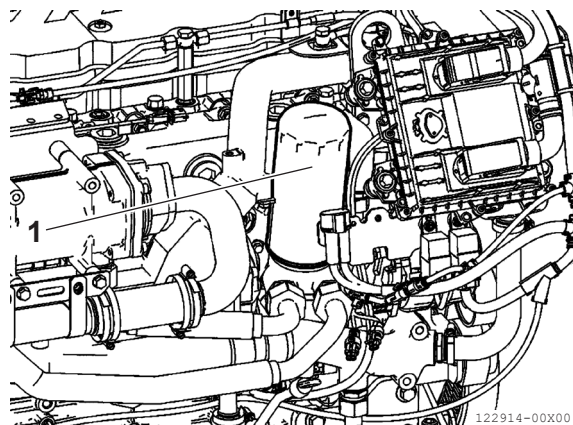

Bild 8
- Placera en behållare under filterstödet (**bild 8, (1)**) för att samla upp den förbrukade oljan.